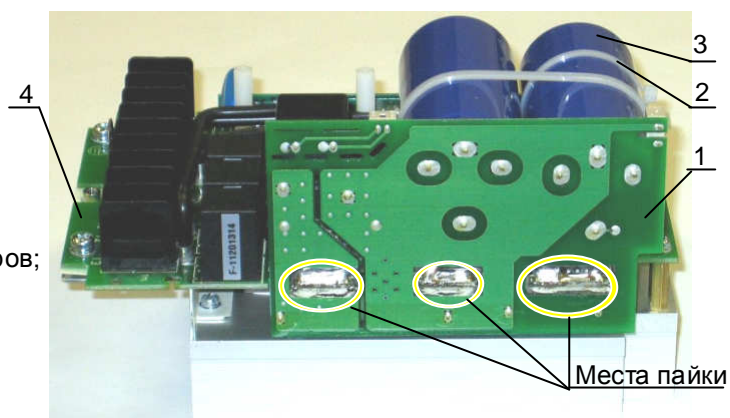

Рис.6.14.
6.8.1. Разрезать и удалить стяжку 2 крепления конденсатора 3 к плате драйверов 4 (Рис.6.14.)
6.8.2. Отпаять плату конденсаторов 1 (рис.6.14). Места пайки показаны на рисунке жёлтым контуром. Положить плату в тару.